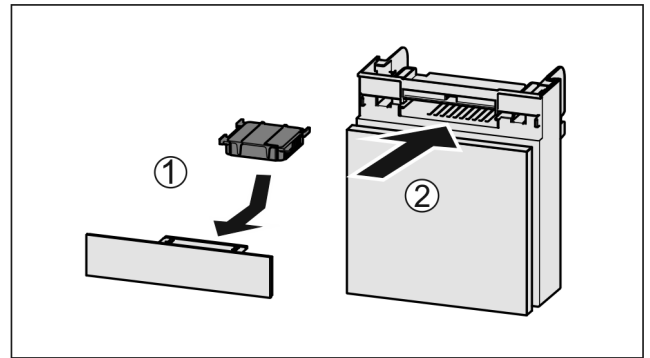

Fig. 109
- ▶ Inserire il vano Fig. 109 (2).